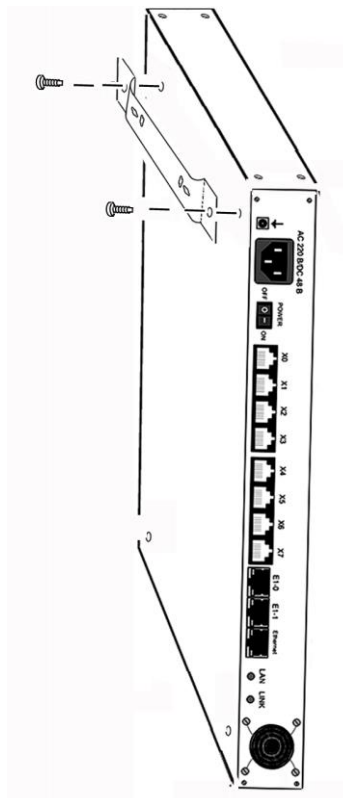

Рис. 47 – Настенное крепление IP-АТС АГАТ UX (шаг 2)
- Шаг 2** Установите две специальные планки на нижнюю часть корпуса IP-АТС (можно установить резиновые опоры поверх планок) и закрепите их теми же винтами, которые Вы вывернули из корпуса IP-АТС, в те же посадочные места, откуда Вы их вывернули. На Рис. 47 показана установка одной из планок.